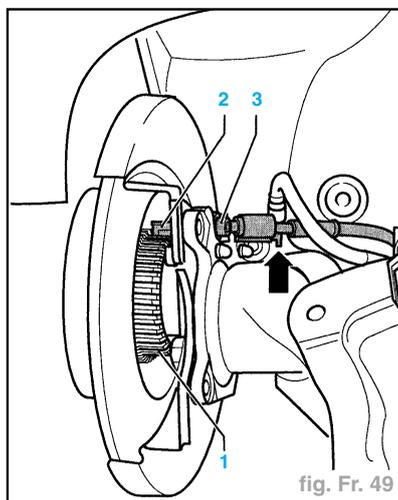

fig. Fr. 49
- Contrôler si la roulette d'impulsions (1) est encrassée en faisant tourner le disque de frein et le moyeu de roue (fig. Fr. 49) :
- Déverrouiller la fiche du capteur de régime et débrancher le connecteur (flèche) (fig. Fr. 49) :